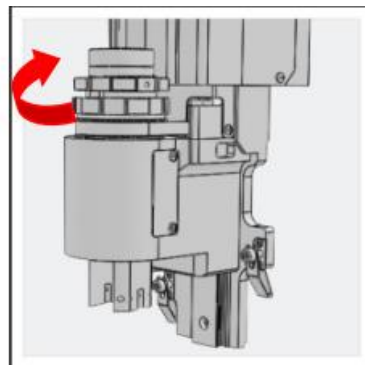

Рис. 28
- Убедившись, что большой держатель для биговщика вставлен в режущую головку правильно, затяните винт на головке его вращением по часовой стрелке (рис. 28).